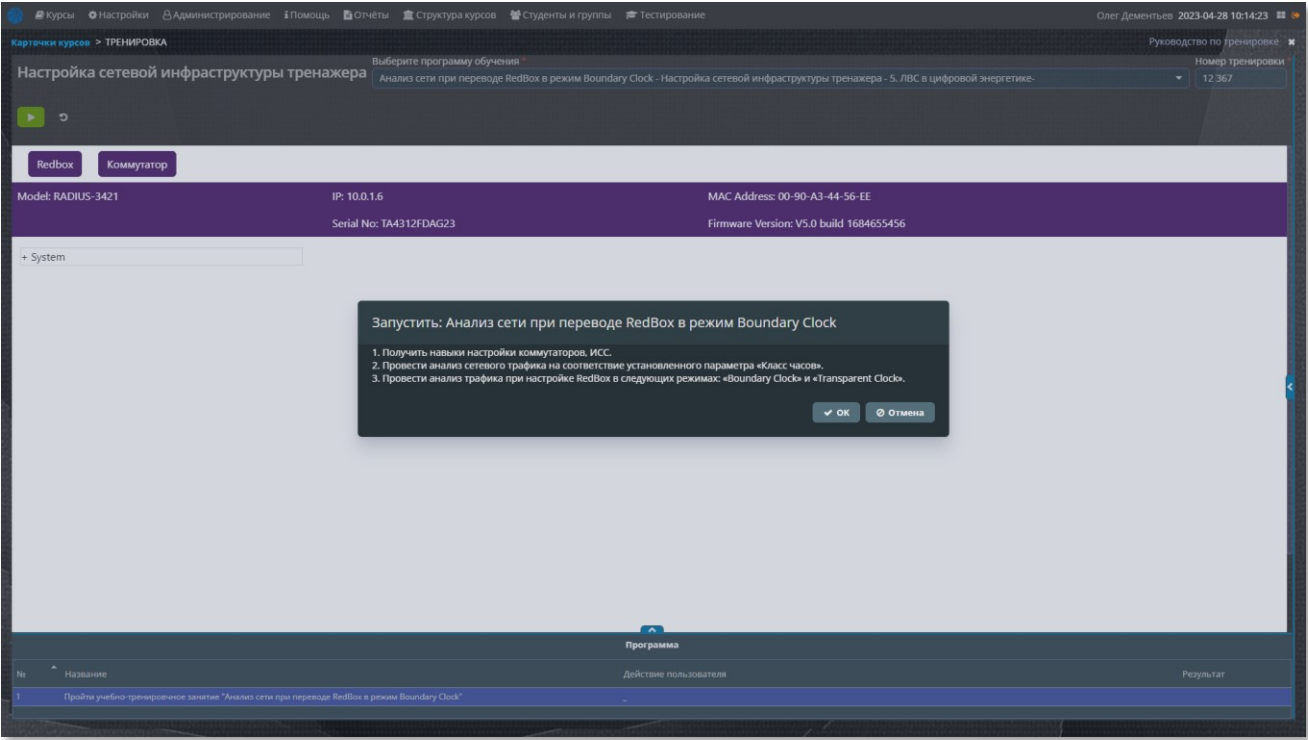

Рисунок 58 – Экранная форма 2 – «Анализ сети при переводе RedBox в режим Boundary Clock»
- Рисунок 58 – Экранная форма 2 – «Анализ сети при переводе RedBox в режим Boundary Clock»;